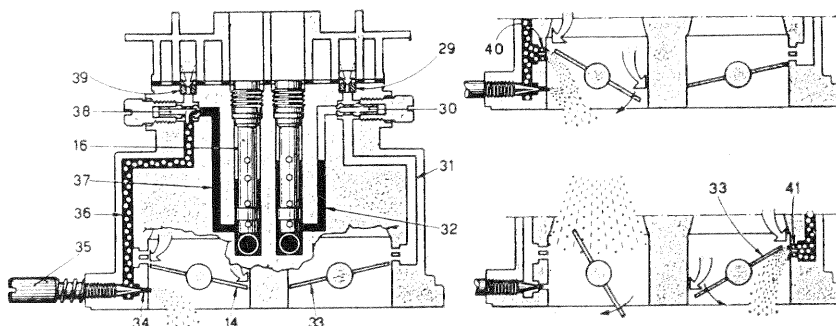

Fig. 20. — Coupe du système de ralenti
**RALENTI ET PROGRESSION (fig. 20)**